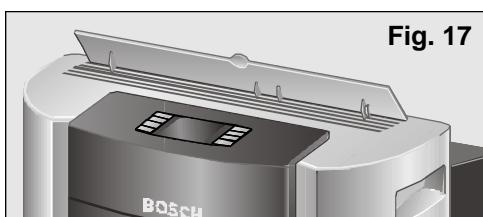

Fig. 17
- Levantar el orientador de aire situado en la parte superior del equipo, Fig. 17.